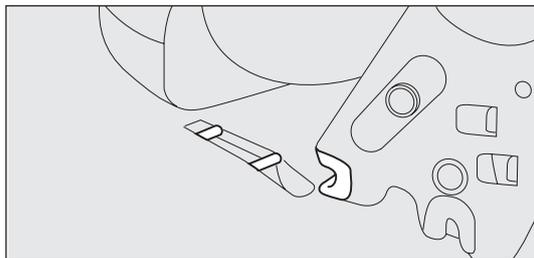

fig. 26e
- inserire i ganci a pavimento fig. 26e;